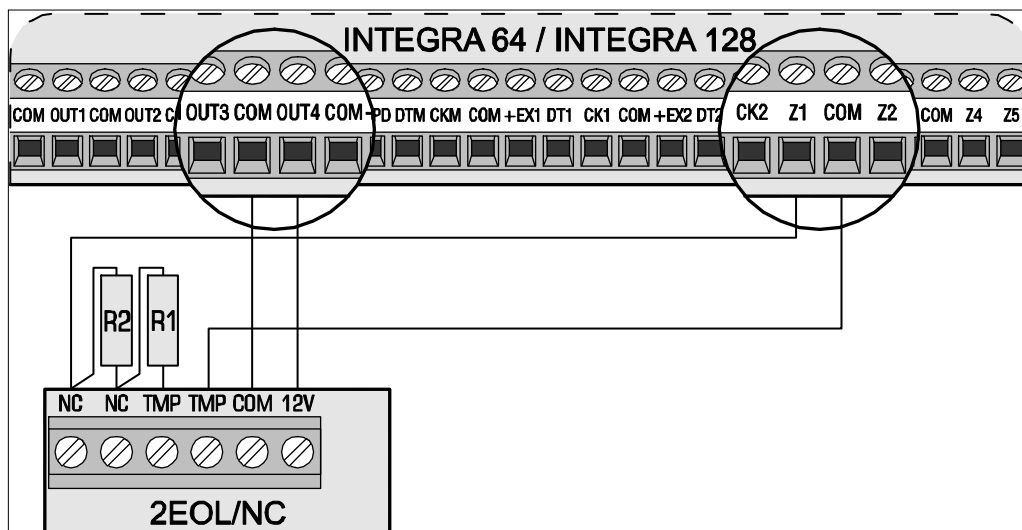

Fig. 18. Exemple de raccordement de détecteur de type NC à la centrale dans la configuration 2EOL (le raccordement du détecteur de type NO est identique).
- **version 4.00** – la valeur des résistances R1 et R2 pour la configuration 2EOL (voir: figure 18). La valeur de la résistance pour la configuration EOL est une somme de valeurs programmées comme R1 et R2.